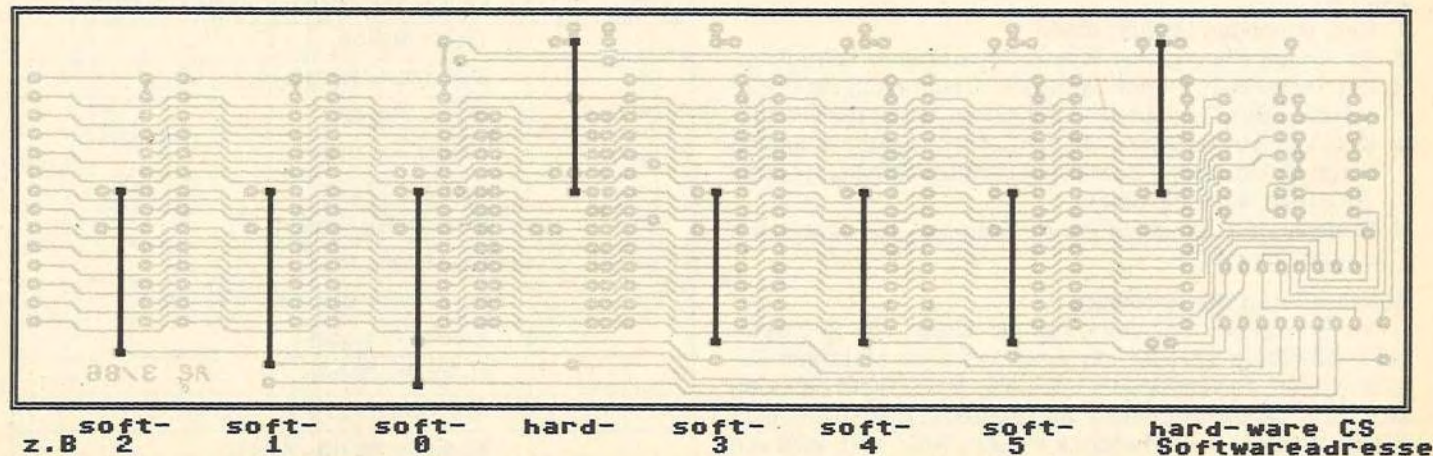

Bild 7. Beispiel für eine hard- und softwaremäßige Umschaltung
3. Das Chipselect-Signal wird durch Auftrennen der Zuleitung zum Basic-Chipselect gewonnen. Die Trennstelle ist im C1'er, Ausgabe 10/85 auf Seite 46, Bild 7, dargestellt. Es ist nun die Seite zum PLA-Chip hin mit Kontakt 9 des Expansions-Ports und die Seite zum Basic-ROM mit Stift 10
Außerdem schließt eine optimale Nutzung ein, daß hardwaregeschaltete Bausteine möglichst von der Platznummer 8 in Richtung Platz 4 einzusetzen sind. Ein Beispiel für eine mögliche Verdrahtung können Sie Bild 7 entnehmen. Dieses Beispiel ist nur zufällig gewählt und ist nicht bindend.